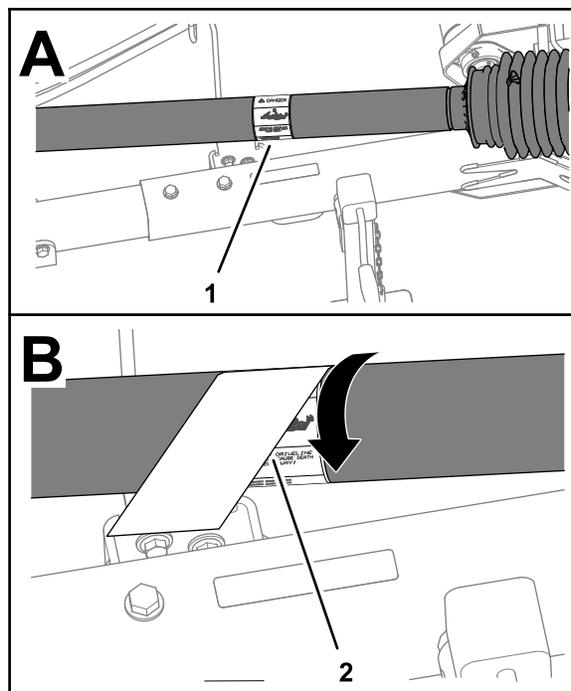

図 3
1. PTO シャフトガードを回して既存の巻き込まれ警告デカルにアクセスする 図 3。
- 既存の巻き込まれ警告デカルの上からCE 用巻き込まれ警告デカルを貼りつける 図 3。